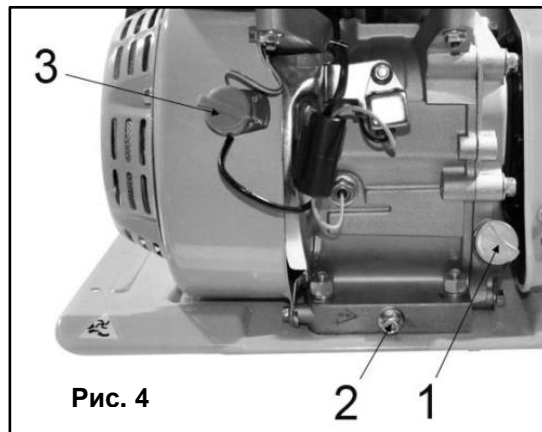

Рис. 4
- Отверните крышку маслосливной горловины (1) (См. Рис.4) из картера двигателя, достаньте щуп.
- Если уровень масла меньше нижней линии (L) на щупе, долейте масло до верхней линии (H).
6. Переведите рукоятку выключателя зажигания (3) (См. Рис. 4) в положение «ВКЛ» (ON).